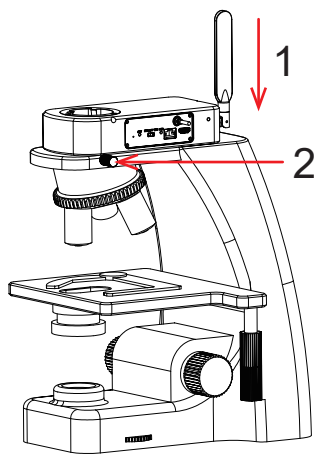

图9
- 1) 把WiFi嵌入式相机卡到显微镜物镜端，方向如图9；